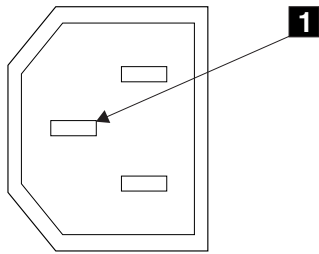

図2. アース・ピン
6. SAN ボリューム・コントローラー 2145-8F2 のフレームと各電源コネクタのアース・ピンの導通を検査する。アース・ピンは、xxxviii ページの図2では **1** と示されています。